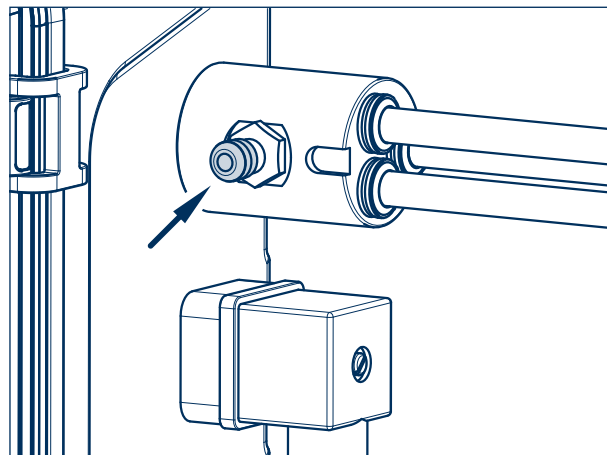

Bild 47
- [1] Ta av skyddshatten på testanslutningen (pil, bild 47).
- [3] Öppna avstängningsventilen på AirSave Control Box (842).